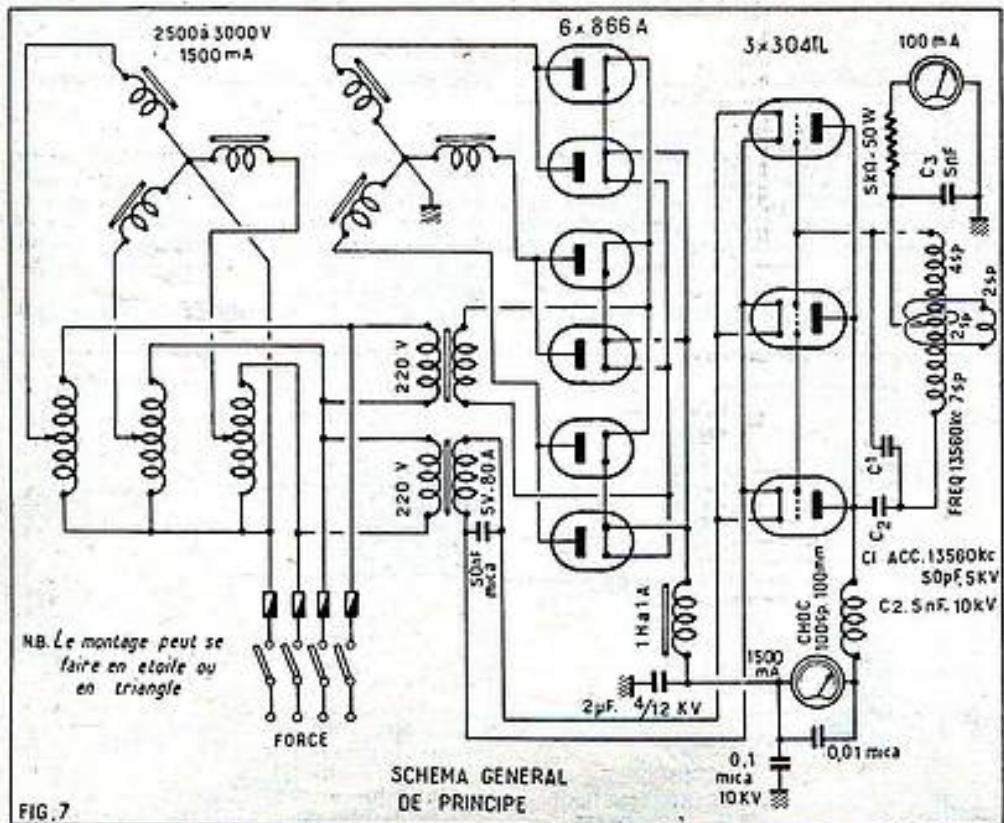

FIG. 7
**Réalisation de l'alimentation (fig. 7).**